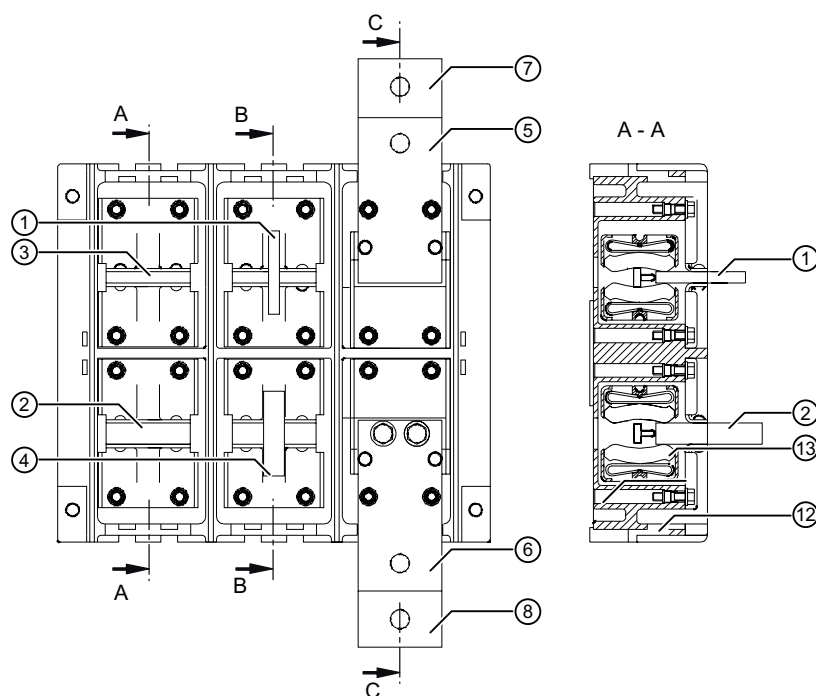

Рис. 1: Задняя стенка выдвижной рамы, вид сзади, возможные виды подключения
Вставить новые соединители согласно Рис. 1 и Рис. 2 и прочно завинтить прилагаемыми винтами и упругими зажимными шайбами. Момент затяжки  $8 \pm 1$  Нм. Упорядочение крепежных винтов смотри на Рис. 1, положение упругих зажимных шайб на Рис. 2.
1. Выкрутить имеющиеся соединители. Для этого открутить крепежные винты ⑮ и вынуть соединители с пластинчатыми блоками (X) (Рисунок 1)